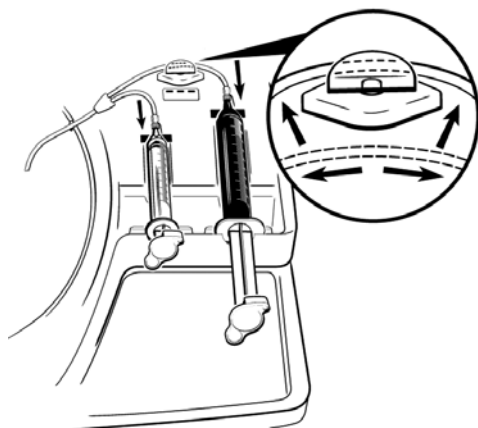

Abbildung 8. Schlauchleitung von Spritze 2 dehnen und Leitung in Quetschventil schieben.
22. Die an Spritze 2 angeschlossene Schlauchleitung behutsam dehnen und vollständig in die Öffnung des Quetschventils schieben (Abbildung 8).